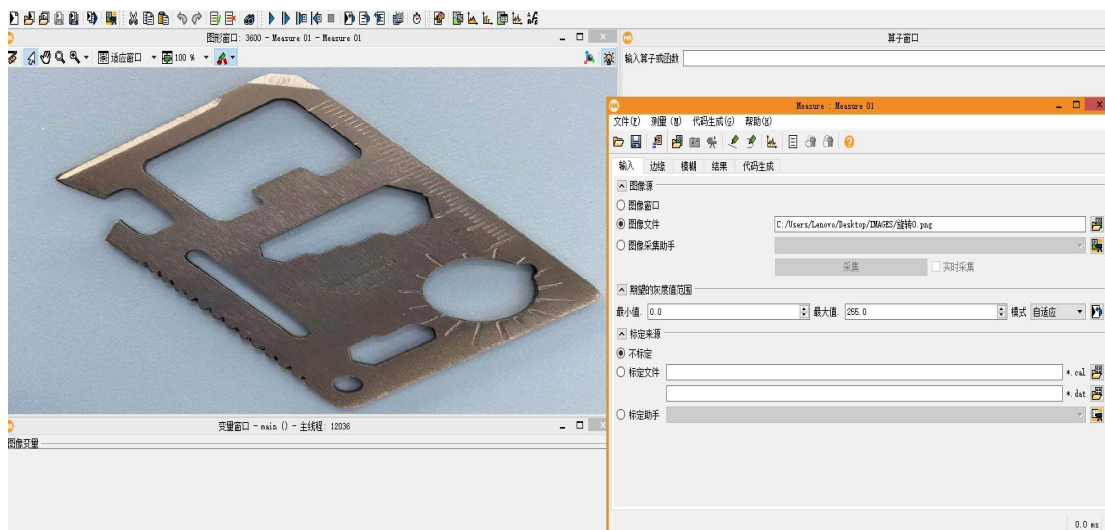

图 3-5 新的 Measure
① 打开 HALCON 测量助手，打开“打开新的 Measure”，读入图像（实验时可在线拍摄），如图 3-5。